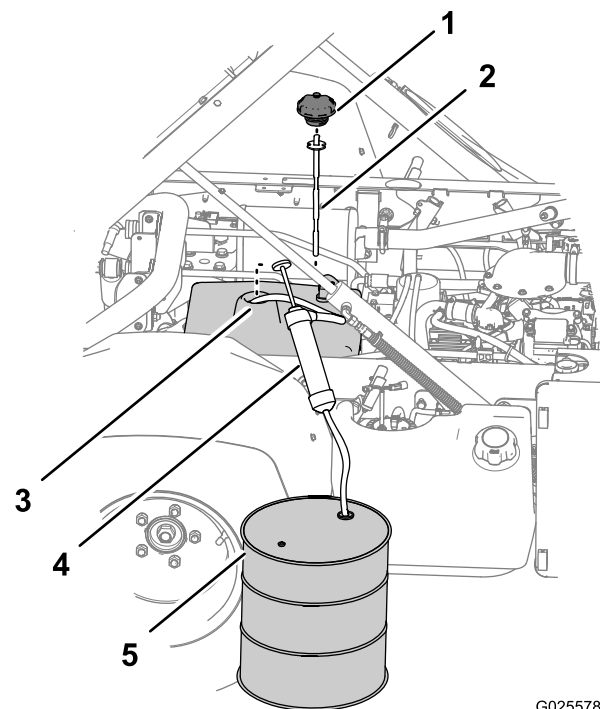

Figura 91
3. Retire el tapón y la varilla del cuello de llenado del depósito (Figura 91).
4. Pase la manguera de entrada de la bomba manual por el cuello de llenado del depósito de combustible y hasta el fondo del depósito (Figura 91).
5. Dirija la manguera de salida de la bomba manual hacia un recipiente de recogida (Figura 91) con capacidad para 11,4 litros (Modelo sin TC) o 18,9 litros (Modelo sin TC con el kit de hidráulica de alto caudal (opcional) o Modelo TC).
- Retire la bomba manual del depósito (Figura 91).
- Añada 7,5 litros (Modelo sin TC) o 15,1 litros (Modelo sin TC con el kit de hidráulica de alto caudal (opcional) o Modelo TC) del fluido hidráulico especificado al depósito hidráulico (Figura 91).
- Instale la varilla y el tapón en el cuello de llenado del depósito hidráulico (Figura 91).